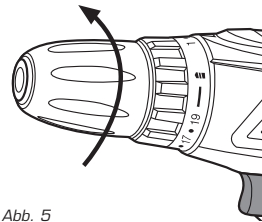

Abb. 5
1. Drehen Sie das Bohrfutter (2) wie gezeigt, um die Werkzeugaufnahme (1) ausreichend zu öffnen (Abb. 5).